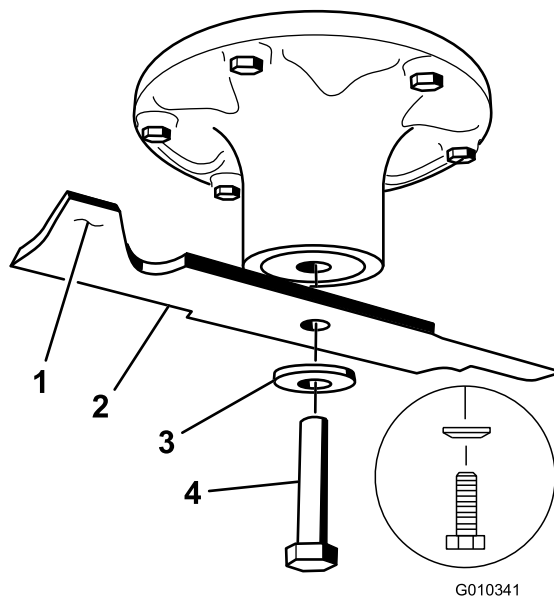

Figura 66
Tenete l'estremità della lama con un cencio o un guanto bene imbottito. Togliete il bullone, la rondella curva e la lama dall'asse del fusello (Figura 66).
2. Controllate l'equilibrio della lama posizionandola su un bilanciatore (Figura 68). Se la lama rimane in posizione orizzontale, è bilanciata e può essere utilizzata. Se la lama non è bilanciata, limate del metallo soltanto dalla costa (Figura 66). Ripetete la procedura finché la lama non è perfettamente bilanciata.